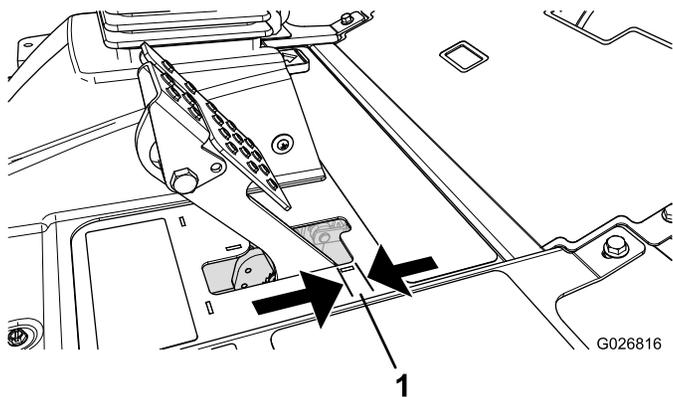

Figure 107
4. Enfoncez légèrement la pédale de frein et mesurez la distance que parcourt la pédale sans résistance (Figure 107).
**Remarque:** Régalez les freins si la garde à la pédale de frein est supérieure à 2,5 cm (1 po) (Figure 107) ou si la force du frein doit être augmentée.
6. Serrez les écrous arrière afin de pouvoir déplacer le câble en arrière jusqu'à obtention d'une garde à la pédale de frein de 6 à 13 mm ( $\frac{1}{4}$  à  $\frac{1}{2}$  po) (Figure 107), avant que le frein de stationnement ne bloque les roues.